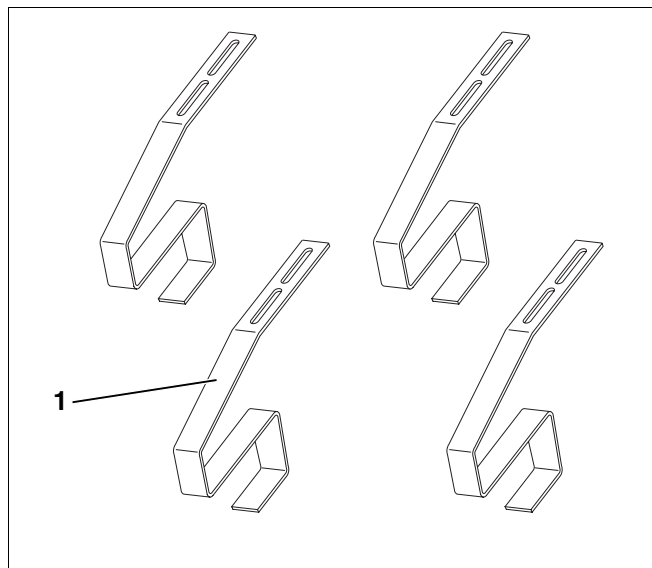

Fig. 6 Juego de montaje para el complemento de los ganchos de tejado, accesorio
4.2.5 Juego de montaje para el complemento de los ganchos de tejado (para cubiertas de tejas comunes y tejas flamencas; accesorio por cada colector) – fig. 6